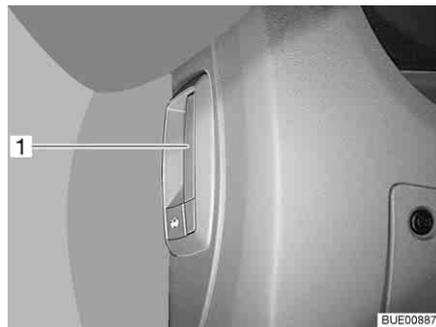

Fig. 42 Leva di sbloccaggio cofano motore (nel veicolo)
- Tirare la levetta (Fig. 42,1) situata sotto a sinistra o di lato accanto al cruscotto.